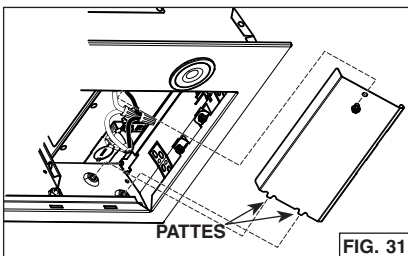

FIG. 31
- Remettre en place le couvercle du compartiment électrique en s'assurant que les pattes du bas sont insérées dans leur emplacement surélevé. Le fixer à la hotte à l'aide de sa vis de retenue (FIG. 31).